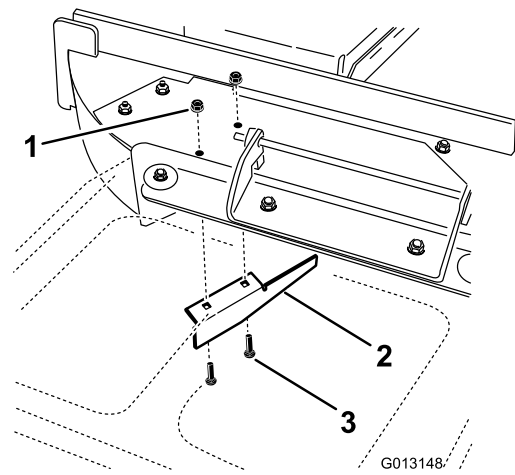

Figura 6
5. Localice el tabique en el orificio de descarga lateral de la plataforma (Figura 6).